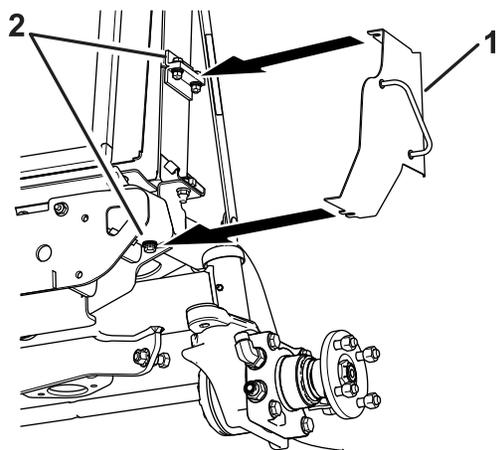

Figura 7
12. Allentate i bulloni sulla parte laterale del radiatore (Figura 7).
13. Fate scorrere la staffa della copertura protettiva del refrigeratore sotto le teste del bullone sul radiatore e sulla staffa del paraurti (Figura 7).